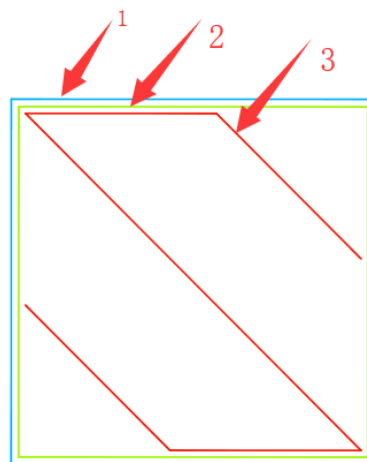

图 7
(2) 外壳速度 (单位 mm/s)：即模型外壳 (眼睛可以看到的模型侧面，也叫外壁) 的打印速度 (图 7 中 1 号轨迹的打印速度)。速度越慢，模型打印效果越好。建议速度为：10-40mm/s
(3) 内壳速度 (单位 mm/s)：即模型内壳 (也叫内壁，是模型的内部构造，打印完成后眼睛不可见) 的打印速度 (图 7 中 2 号轨迹的打印速度)。速度越慢，模型打印效果越好。建议速度为：10-45mm/s
(4) 填充速度 (单位 mm/s)：即打印模型内部填充的速度 (图 7 中 3 号轨迹的打印速度)；10-80mm/s